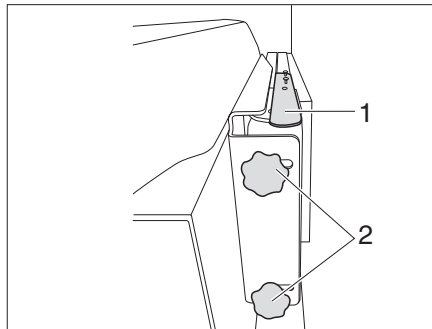

Fig. 131 Soporte con brazo articulado (variante 1)
- Empujar la palanca (Fig. 131,1) hacia abajo para soltar la pantalla plana del dispositivo de retención. Soltar la palanca.
- Soltar 2 tornillos moleteados (Fig. 131,2) y girar la pantalla plana a la posición deseada. Volver a apretar los tornillos moleteados (Fig. 131,2).